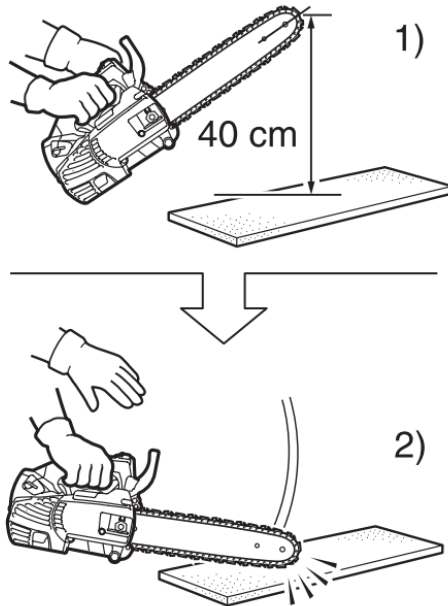

Рисунок 9. Схема перевірки роботи інерційного гальма ланцюга.
1. Розташувати виріб за руків'я на висоті приблизно 40 см, як показано на рис. 9.